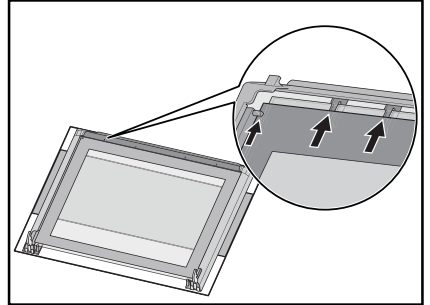

Fig. 35
- b) la vitre centrale avec un motif décoratif sur son périmètre doit être remontée en tournant la sérigraphie vers l'extérieur. La vitre est tournée dans le bon sens si la face à l'extérieur est parfaitement lisse (en passant les doigts dessus, on ne sent aucune partie rugueuse). La vitre centrale doit être insérée dans les logements illustrés sur la Fig. 35.